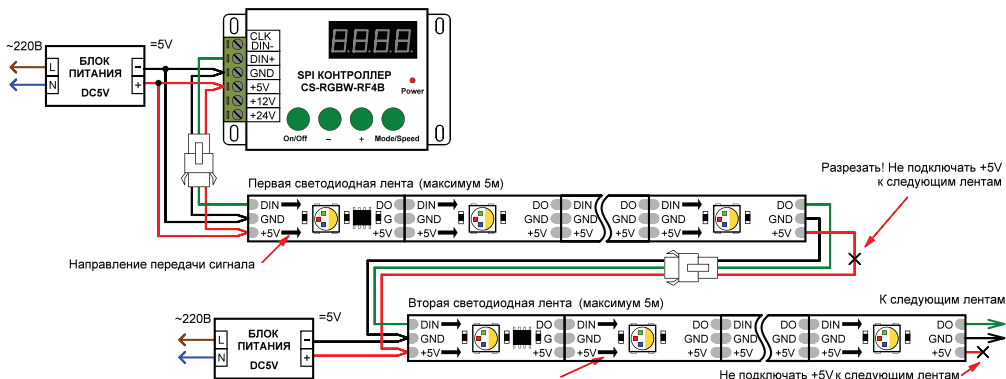
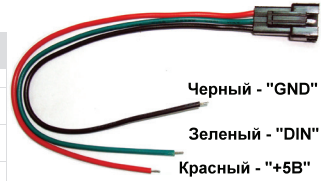

Рис.2. Схема подключения ленты при управлении от внешнего контроллера
Рис.3. Кабель для подключения ленты
- Подключите ленту в соответствии с выбранной схемой (Рис.1 или Рис.2), соблюдая полярность и маркировку проводов. При подключении лент и соединении отрезков учитывайте направление передачи цифрового сигнала, указанное стрелкой на ленте. Вход сигнала управления имеет обозначение «DIN», выход – «DO». Для подключения используйте коннекторы из комплекта поставки. Руководствуйтесь маркировкой, нанесенной на ленту (см. таблицу), маркировкой на контроллере и информацией, приведенной на Рис.3
- Подключите ленту согласно используемой схеме (Рис.1 или Рис.2), соблюдая полярность.